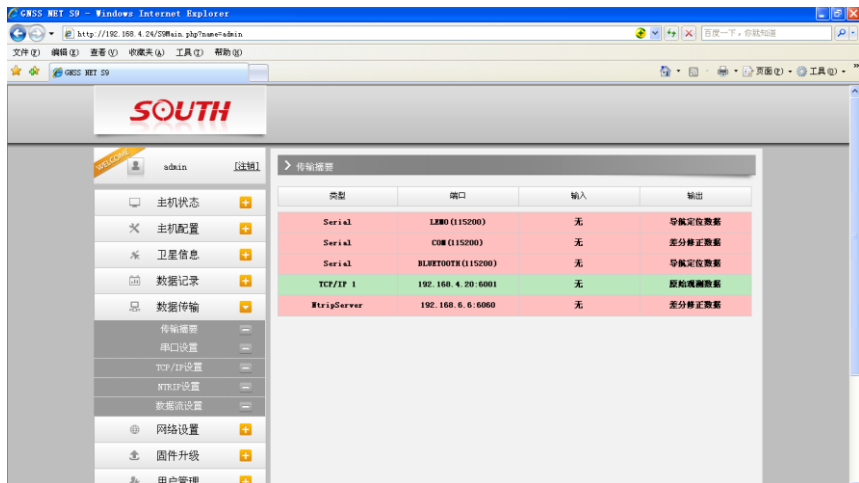

图 3-15 原始数据端口正在使用中
4) “数据记录”栏，页面如图 3-14 所示。可以设置存储数据格式、存储器方式、文件采样间隔、数据历元间隔、点名等信息，并可以查询已采集数据并下载。数据下载：如图 3-15 所示，选择存储方式、日期后点击‘刷新数据’就可以下载已采集数据或者删除。